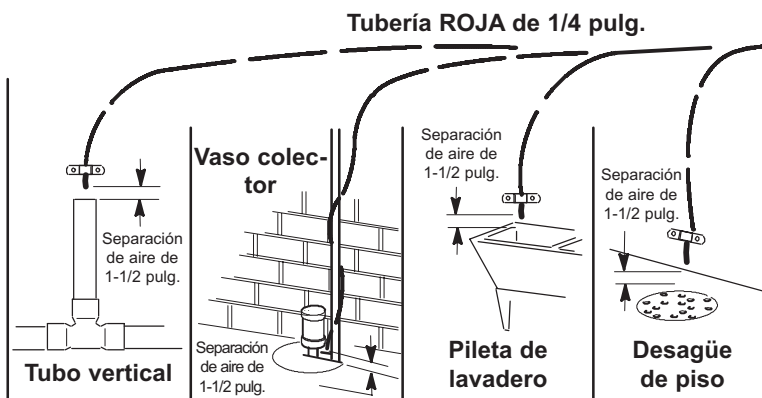

FIG. 12
Vea la Fig. 12. Este tipo de drenaje es el preferido por sobre el adaptador de desagüe del colector en P.
4. Tienda la tubería al punto de desagüe y fijela al extremo con un soporte (no incluido). Deje una separación de aire de 1 1/2 pulg. entre el extremo del tubo y el desagüe. Vea la Fig. 12.